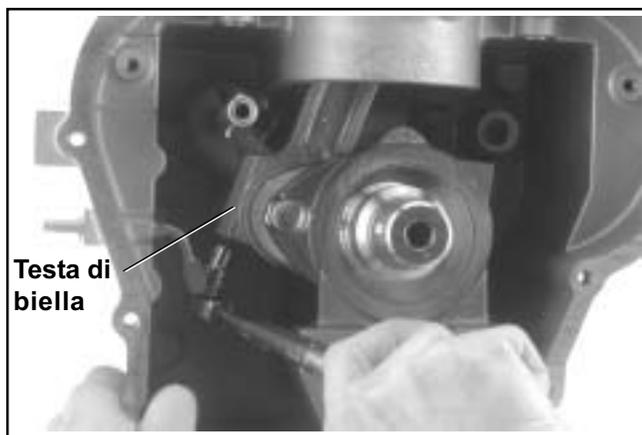

Figura 10-19. Serraggio dei dispositivi di fissaggio della biella.
4. Installare le viti esagonali e serrarle in 2 passi, prima a **5,5 N·m (50 in. lb.)**, poi a **11,5 N·m (100 in. lb.)**. Vedere Figura 10-19.